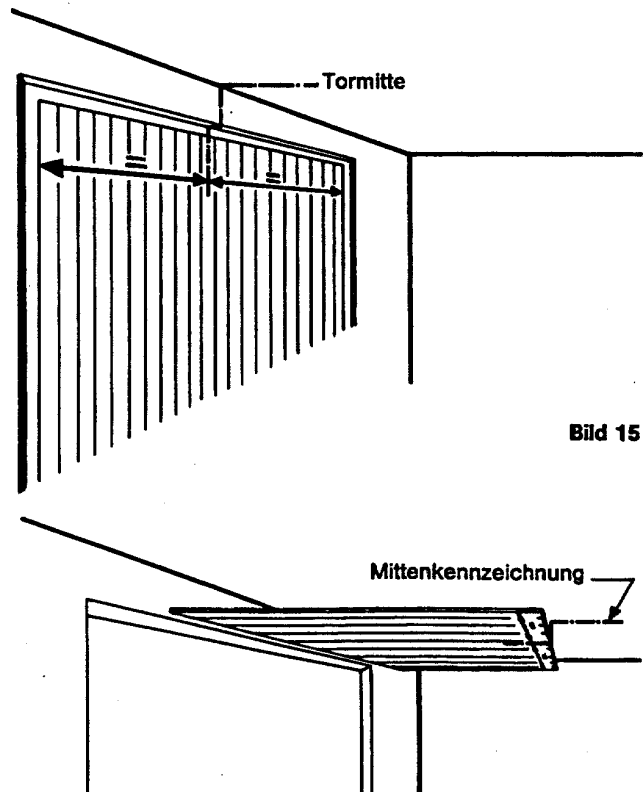

Bild 15
5.11.) An der Toroberkante Tormitte kennzeichnen, Tor öffnen und Mittenkennzeichnung (mit Wasserwaage oder Lot) senkrecht nach oben auf Garagedecke übertragen (Bild 15).